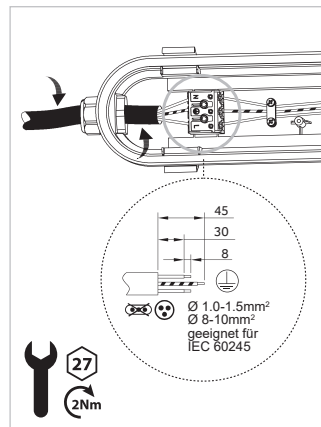

Abb. 7: Verkabelung
4. Anschlussleitung durch die Verschraubung führen und die Adern mit der Klemme verbinden. (Abb. 7)